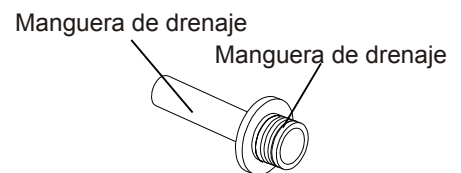

Fig.7
- Instale la manguera de drenaje en el adaptador A. (Véase la Fig. 7, colocada en la cubeta)